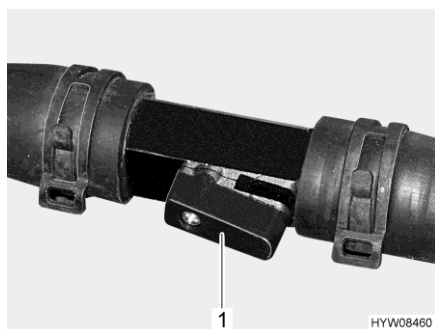

Fig. 174 Robinet d'arrêt (ouvert)
- Placer le levier (Fig. 174,1) parallèlement à la conduite (Fig. 174). Plus le robinet d'arrêt est ouvert, plus la puissance de chauffage est élevée.
- Placer le levier (Fig. 174,1) transversalement à la conduite. Le circuit de chauffage passe par la dérivation.